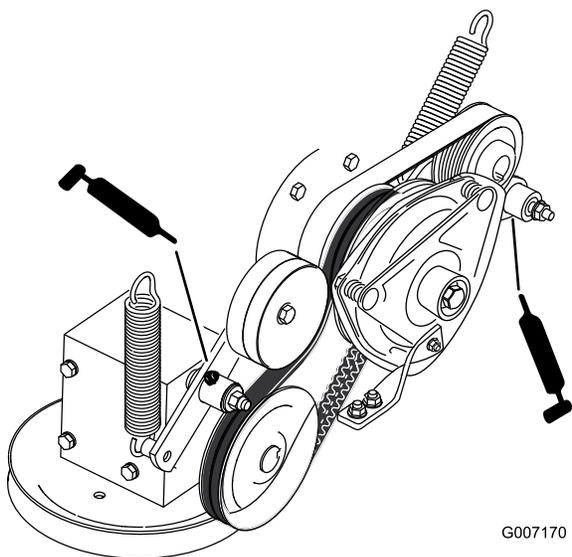

Figure 38
- Graissez le bras de la poulie de tension de la courroie d'entraînement de PDF (Figure 38).
- Graissez le bras de la poulie de tension de la courroie de pompe (Figure 38).